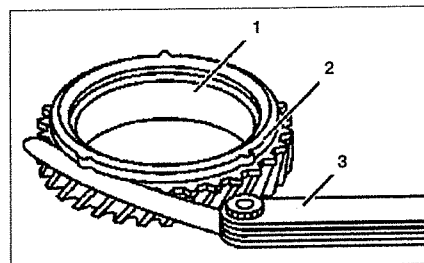

Рис. 6.29. Проверка износа между внутренними кольцами синхронизатора и шестерней 5-й передачи:
10. Проверьте износ между кольцом 8 синхронизатора и шестерней 5-й передачи 9 (см.рис.6.29). Он должен составлять 0.8 мм. Замените их, если необходимо.
34. Снимите шестерню 4 5-й передачи с кольцом 3 синхронизатора. Проверьте износ кольца синхронизатора (см.рис.6.29). Он должен составлять 0.8 мм.
40. Снимите шестерню 13 3-й передачи с кольцом синхронизатора. Проверьте износ кольца синхронизатора (см.рис.6.29).